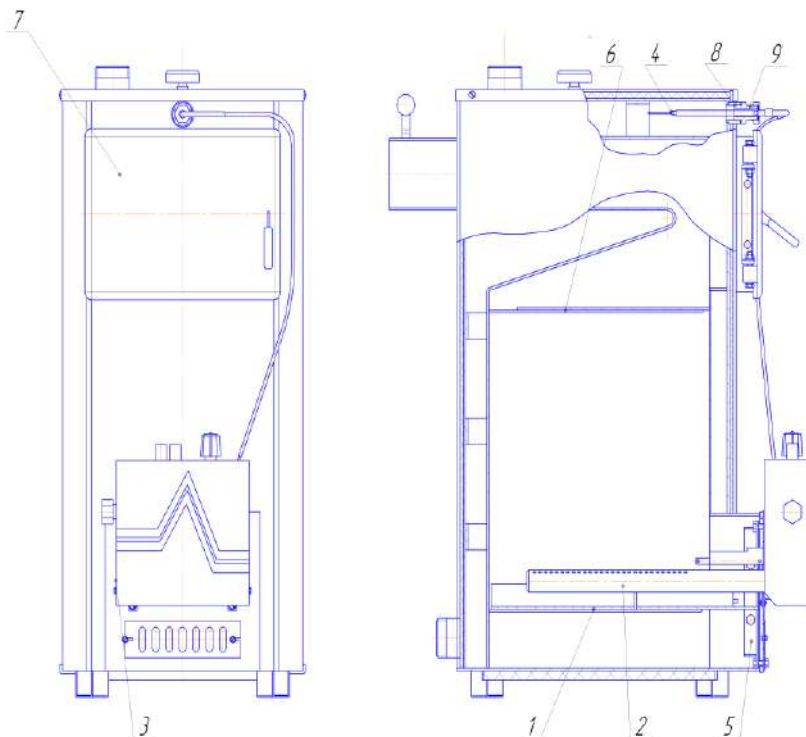

Рисунок 5.2 - Устройство котла для работы на природном газе.
5.2 При работе котла на природном газе в комплекте с котлом поставляется устройство газогорелочное (рисунок 5.2), данное устройство устанавливается на передней части котла работниками газового хозяйства. Переоборудование котла для сжигания газа при помощи устройства газогорелочного выполняются в следующей последовательности:
2) вместо колосников устанавливаются распределительные решетки 1 (см. рисунок 5.2);